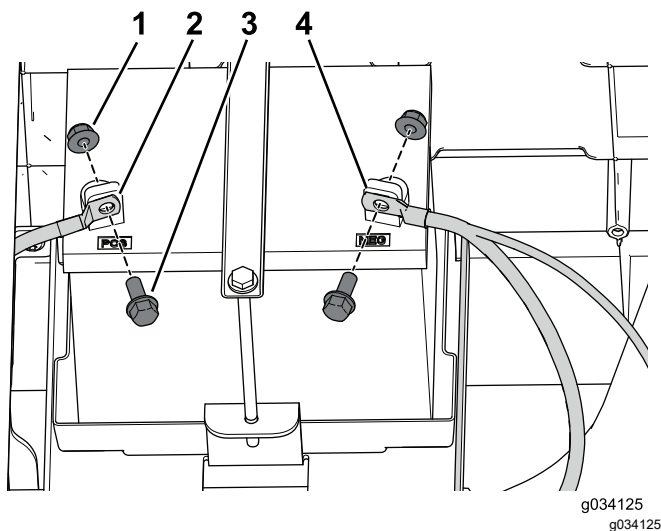

Figura 10
5. Deconectați de la baterie cablul negativ (-) i apoi cablul pozitiv (+) după cum este indicat în **Figura 10**.